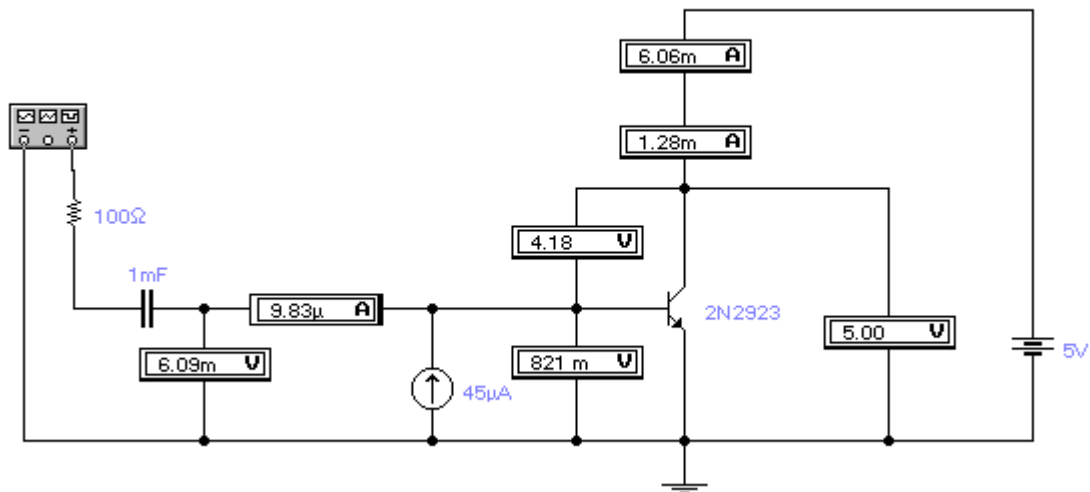

Рис. 6.1. Схема измерения параметров транзистора 2N2923 на переменном токе
Для определения  $C_{бк}$  и  $\tau$  можно использовать соотношение (6.1). Для этого необходимо предварительно определить входное сопротивление и крутизну транзистора в рабочей точке. Для измерений может быть использована схема, изображенная на рис. 6.1 (здесь и далее для примера взят транзистор 2N2923).
При измерении  $R_{вх}$  и  $S_0$  частота генератора выбирается примерно равной 1-5 кГц, чтобы исключить влияние изменения этих параметров по мере увеличения частоты. Как видно из рис. 6.1, ёмкость разделительного конденсатора на входе выбрана равной 1 мкФ, также чтобы исключить влияние искажений, теперь уже на нижних частотах.
В результате измерений для схемы рис. 6.1  $I_{б\approx} = 9,83$  мкА,  $I_{к\approx} = 1,28$  мА,  $U_{б\approx} = 6,09$  мВ. При этом  $R_{вх} = U_{б\approx} / I_{б\approx} = 6,09 \cdot 10^{-3} / (9,83 \cdot 10^{-6}) = 620$  Ом,  $S_0 = I_{к\approx} / U_{б\approx} = 1,28 \cdot 10^{-3} / (6,09 \cdot 10^{-3}) = 210$  мА/В.
2. Для определения  $\tau_{\text{ВВХ}}$  следует измерить верхнюю граничную частоту  $f_{\text{ВВХ}}$  частотной характеристики входной цепи на уровне 0,7 (-3 дБ). В нашем примере  $f_{\text{ВВХ}} = 15,1$  МГц. При этом  $\tau_{\text{ВВХ}} = 1/2\pi f_{\text{ВВХ}}$  и  $C_{\text{ВХдин}} = \frac{\tau}{r_{\text{б}}} + C_{\text{бк}}$ , поскольку в схеме на рис. 6.1 отсутствует сопротивление в цепи коллектора и, следовательно, коэффициент усиления равен нулю.